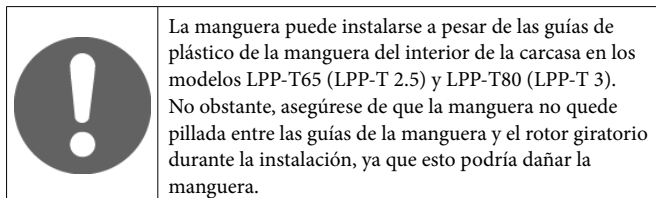

Figura 20.
5. A continuación, instale las mitades del casquillo partido detrás de la brida de goma de la manguera, de modo que las branquias de estanqueidad queden entre las mitades (consulte la *Figura 20*).